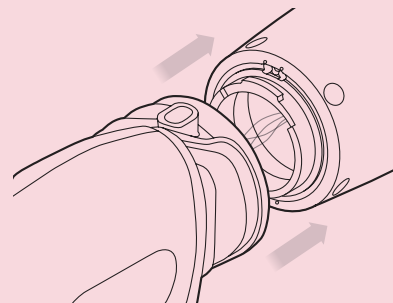

Figura 4: Allineamento e attacco della mano.
5. Ruotare la mano di 90 gradi dal centro del blocco di rotazione e guidare la mano nel collare (vedere la figura 4 di seguito). Fare attenzione a non prendere in mezzo i fili allentati.